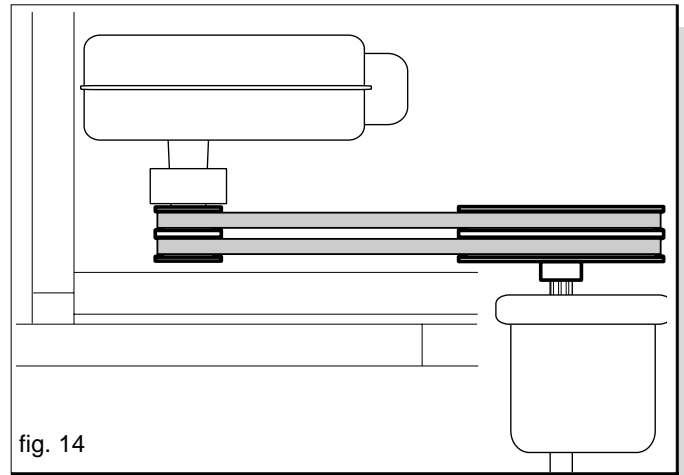

fig. 14
1) Le cinghie vanno inserite fra la puleggia montata sulla presa di potenza posteriore dell'erpice e quella con l'innesto centrifugo della soffiante (Fig. 14).